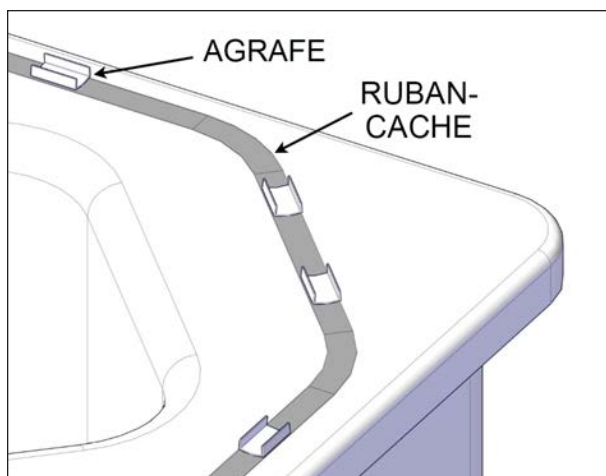
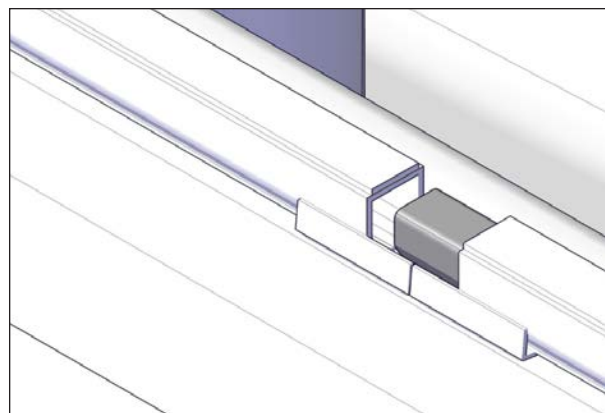
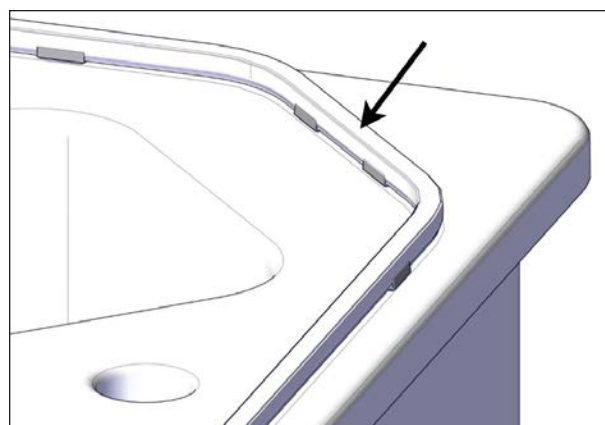

FIGURE 96: AGRAFES ET RUBAN-CACHE
FIGURE 97: CONNEXION DU JOINT
FIGURE 98: INSTALLATION DU JOINT
4. Poser le ruban-cache tout autour du spa à l'endroit où le joint d'étanchéité sera installé. Idéalement, le joint doit être placé le plus près possible du rebord inférieur du spa sur une surface plane, voir Figure 96.
5. Le nombre d'agrafes fournies est limité. Installer temporairement les agrafes tout autour du spa pour s'assurer d'une bonne distribution (ne pas coller maintenant). Le rayon minimal pour les coins est de 10 cm (4 po), voir Figure 96. Garder deux agrafes pour la connexion des bouts du joint tel que montré dans la Figure 97. Une fois la distribution terminée, coller les agrafes en place (sur le ruban si applicable).
6. Le départ du joint est sur le côté opposé à l'entrée du spa. Installer deux agrafes à l'endroit où les deux bouts du joint vont se rejoindre et où sera installé la connexion du joint, voir Figure 97.
7. Installer le joint d'étanchéité avec la surface adhésive orientée vers le couvercle, voir Figure 97 et Figure 98.
9. Insérer la pièce de jonction du joint d'étanchéité fournie dans les deux extrémités du joint d'étanchéité. L'utilisation de ruban-cache pour retenir les deux extrémités ensemble est recommandée, voir Figure 97.